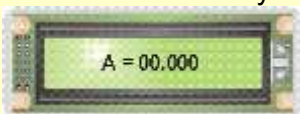

Рис. 4.1. Вид ЖКИ БУК при вводе градуировочных коэффициентов
**4.3.** Нажать кнопку «5», затем «Ввод», при этом на ЖКИ БУК откроется окно для ввода численного значения коэффициента А (см. рис. 4.1), при этом мигающий курсор указывает разряд числа, который будет отредактирован при очередном нажатии цифровой кнопки.